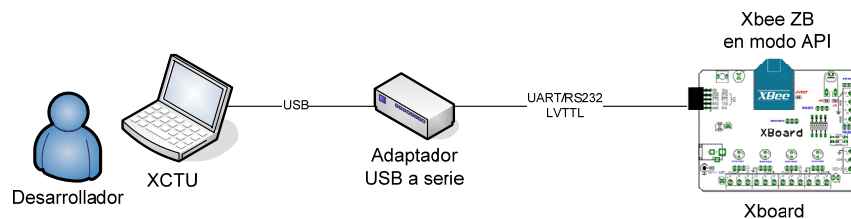

Fig. 4. Manejo del módulo XBee ZB en modo API.
6. Repetir los ejercicios 2-5 utilizando el modo API. Usar el visor de tramas de XCTU. Ver Fig. 4.